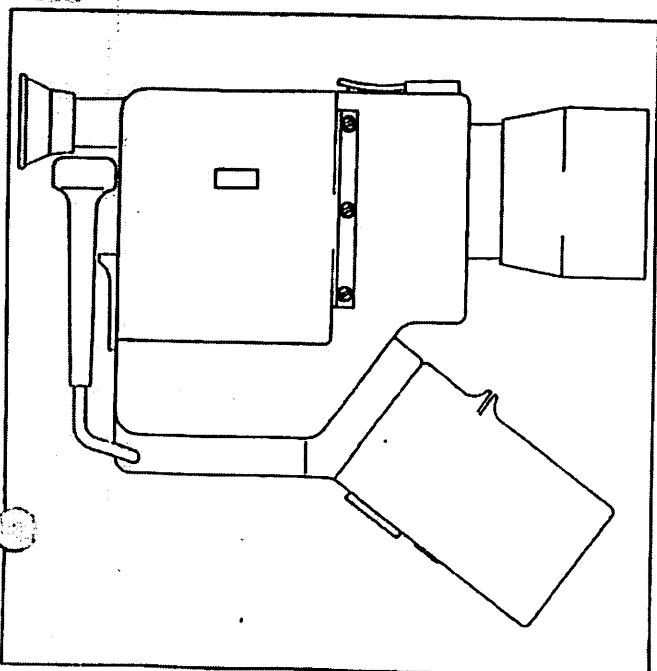

Abb.5
- Kassettendeckel nach Lösen der drei Linsenschrauben abnehmen (Abb.5)